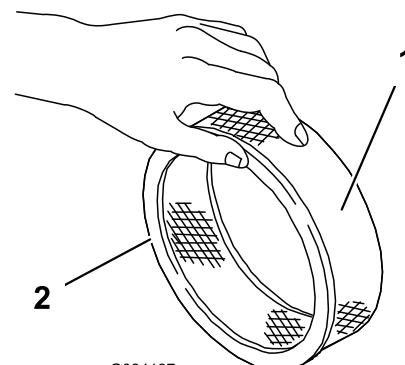

**Figure 45**
3. Imbibez le préfiltre de 30 à 60 ml d'huile (Figure 45).